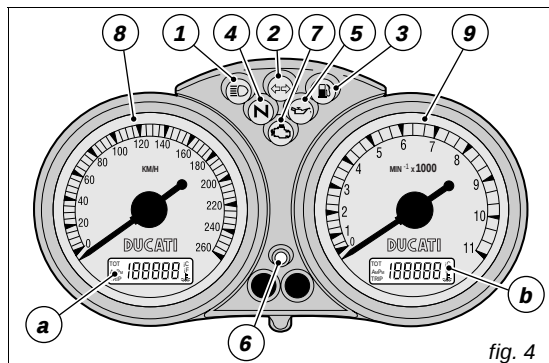

fig. 4
Tableau de bord (fig. 4)
Cette procédure permet donc à l'usager, en cas de problèmes à l'antidémarrage électronique, de désactiver la fonction "blocage du moteur" signalée par l'allumage du témoin jaune ambre EOBd (7, fig. 4).
Le témoin EOBD (7, fig. 4) s'éteint après une durée préfixée de 8 secondes.*
- 4) *Comptez un nombre de clignotements du témoin EOBD (7, fig. 4) équivalent au premier chiffre du code secret.
- 1) si le code est reconnu, le témoin (6, fig. 4), placé sur le tableau de bord, produit un bref clignotement ; le système de protection a saisi le code de la clé et désactive le blocage du moteur. En appuyant sur le bouton START (2, fig. 13), le moteur se met en route.
- 2) si le témoin (6, fig. 4) ou le témoin EOBD (7, fig. 4) demeurent allumés, le code n'a pas été saisi. Dans ce cas, il est conseillé de remettre la clé dans la position OFF et ensuite à nouveau dans la position ON ; si le blocage persiste, essayez à nouveau avec l'autre clé noire en dotation. S'il est encore impossible de faire démarrer le moteur, faites appel au réseau d'assistance DUCATI.
- 3) Si le témoin (6, fig. 4) continue de clignoter, cela signifie qu'un signal du système antidémarrage électronique a été rétabli (par exemple avec la procédure de déblocage au moyen de la poignée des gaz). Tournez la clé sur OFF et ensuite sur ON pour rétablir le fonctionnement normal du témoin antidémarrage électronique (voir point 1).